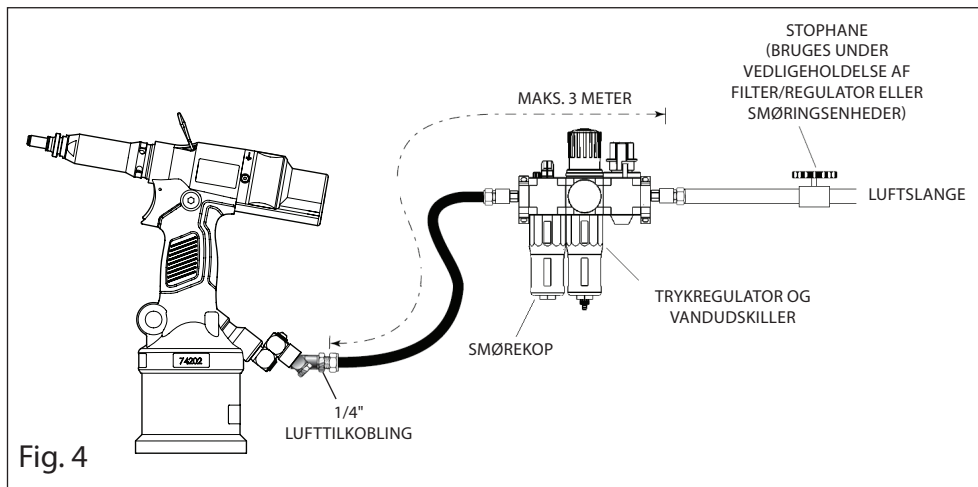

Fig. 4
- Hvis trykregulatorer og vandudskiller kræves, skal det monteres inden for 3 meter af værktøjet (se fig. 4).